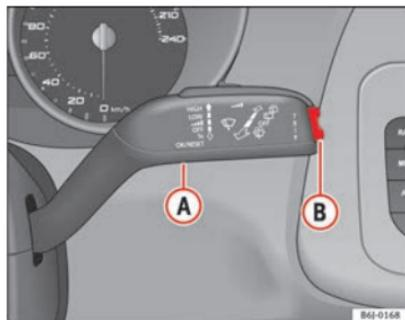

Fig. 34 Levier d'essuie-glace : touche A et touche basculante B
- Après avoir mis le contact d'allumage, appuyez brièvement sur la touche ⇒ fig. 34 **A** du levier d'essuie-glace pour passer d'une mémoire à l'autre.